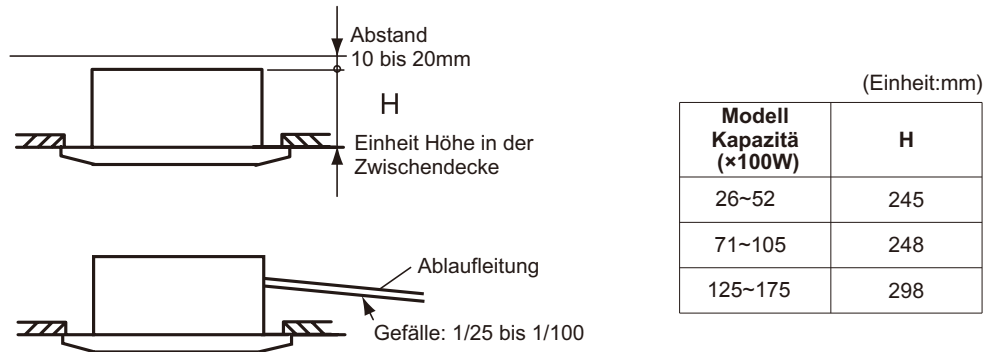

Abb.3.2 Einbauort des Innengerätes
- Installationsort auswählen wie folgt Abb.3.2:
- (A) Mindestraum
- (B) Gefälle der Ablassleitung 1: / 25 1 ~ / 100